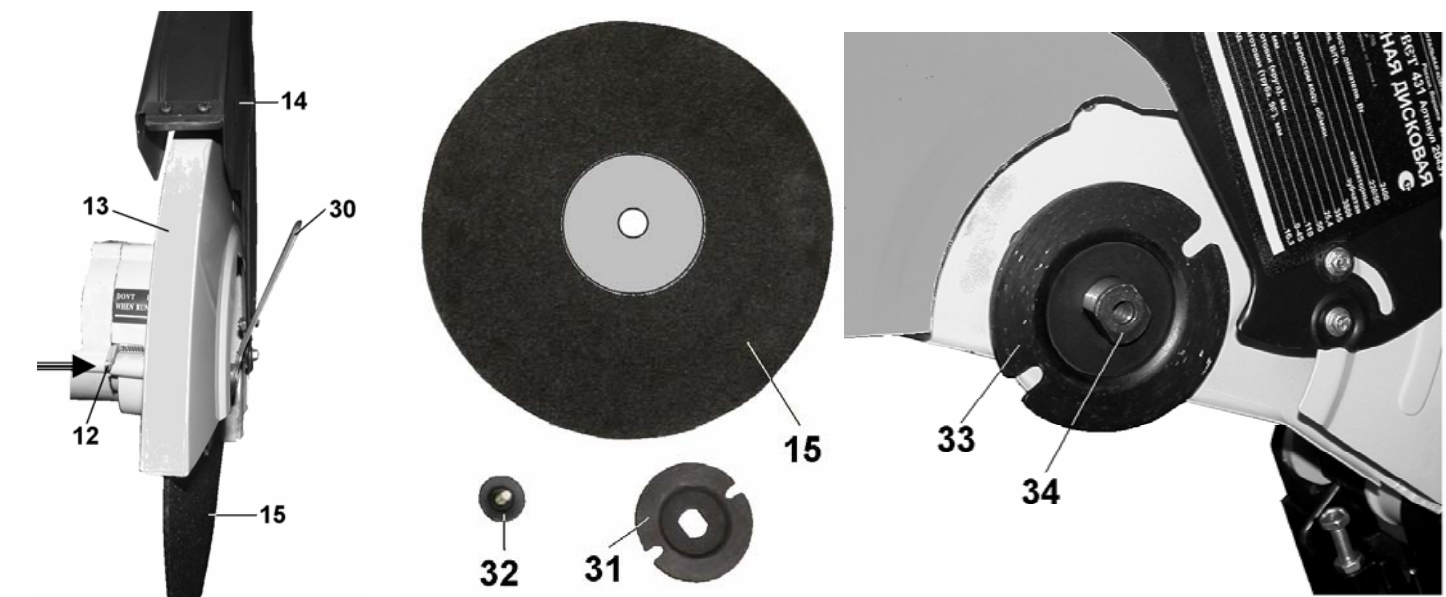

Рис. 8
12.2. Установка отрезного диска (Рис. 8, 9, 10)
12.1. Снятие отрезного диска (Рис. 8, 9)